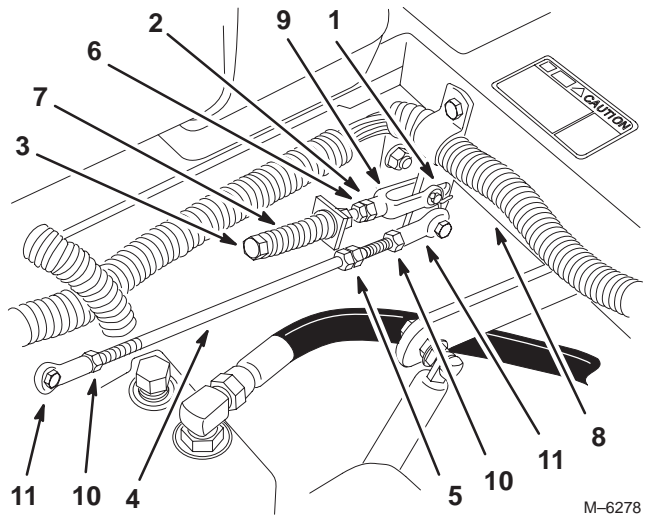

Figure 54
5. Placez le levier au point mort, **sans le verrouiller** (Fig. 54).
6. Tirez-le ensuite en arrière jusqu'à ce que l'axe de chape (situé sur le bras au-dessous de l'axe de pivot) touche l'extrémité de la fente (c.-à-d. commence juste à appuyer sur le ressort) (Fig. 54).
8. Si un réglage s'impose, desserrez l'écrou et l'écrou de blocage (Fig. 54).
10. Serrez l'écrou et l'écrou de blocage (Fig. 54).
1. Desserrez les contre-écrous sur les rotules de la tige de commande de la pompe (Fig. 54).
3. Réglez la longueur de la tige de pompe en tournant les doubles écrous dans le sens voulu, jusqu'à ce que la roue soit immobilisée ou tourne légèrement en marche arrière (Fig. 54).
6. Serrez les contre-écrous contre les rotules (Fig. 54).